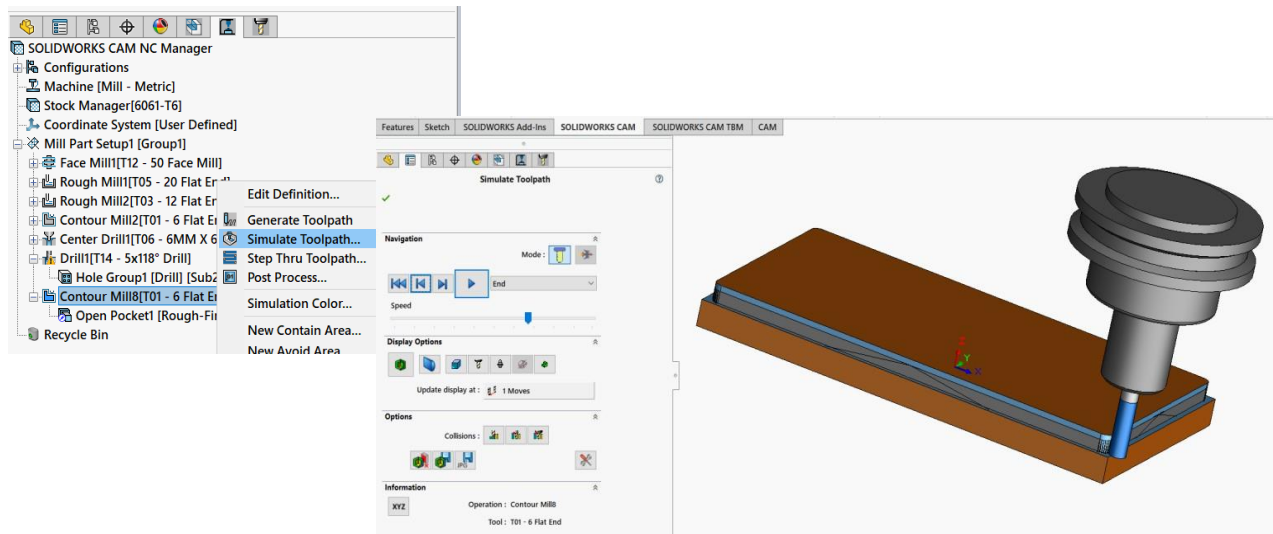

Рис. 1.27. Симуляція створеної фрезерної операції
10. Запустити симуляцію лише однієї фрезерної операції (рис. 1.27).